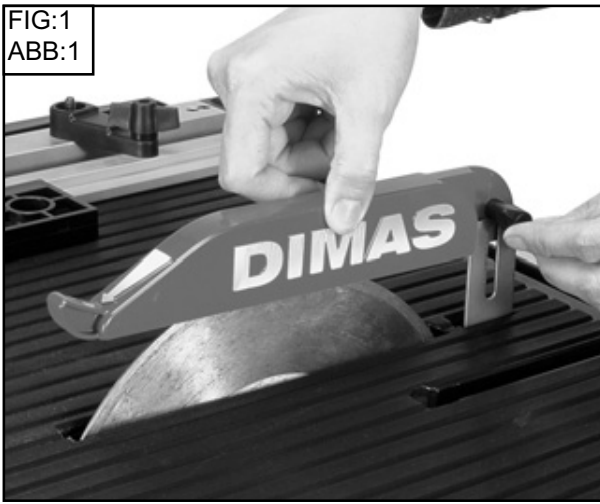

FIG:2
- Enlever la table en tirant les leviers (fig. 2 et 3).